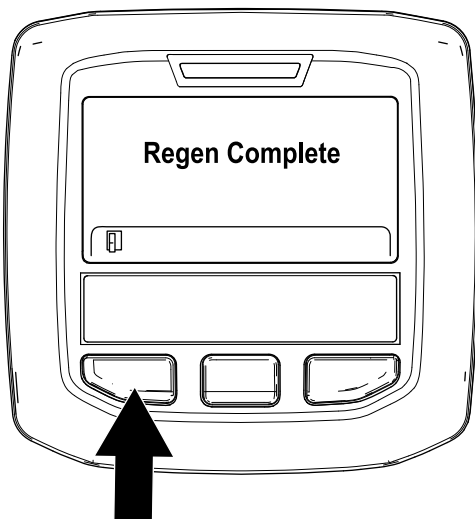

図 39
9. 駐車再生が終了すると、インフォセンターに Regen Complete と表示される。左ボタンを押してホーム画面に戻る 図 39。